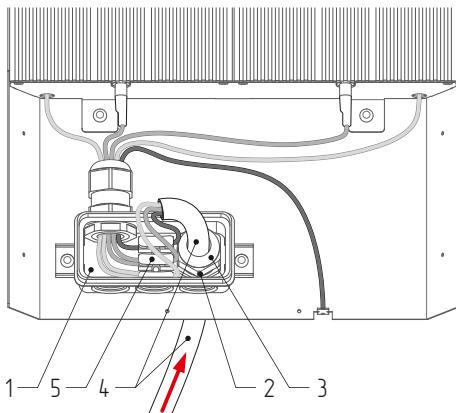

Рисунок 7.
- 7.4.2. Открутить полуциркульную гайку гермоввода, пропустить разделенный питающий кабель в гермоввод (см. рис. 7).